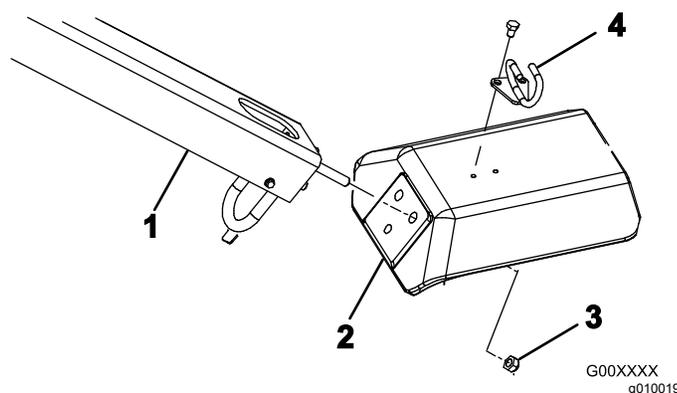

Figura 4
2. Insira as cavilhas de montagem do manípulo nos orifícios do eixo (Figura 4).
3. Fixe as cavilhas do manípulo ao eixo com 3 porcas de bloqueio (½ pol.) (Figura 4)
5. Monte o guia dos cabos na parte de cima do eixo com 2 parafusos (5/16 pol. x ½ pol.) (Figura 4).